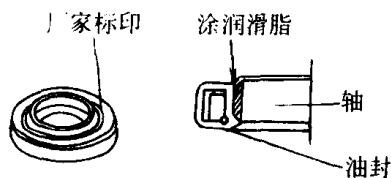

图 1-4 油封的标记
18. 安装油封时，有厂家标印的一面应朝向外侧（没有油的方向）。装配时应保护油封唇部，装配前唇部要涂抹润滑脂，见图 1-4 所示。